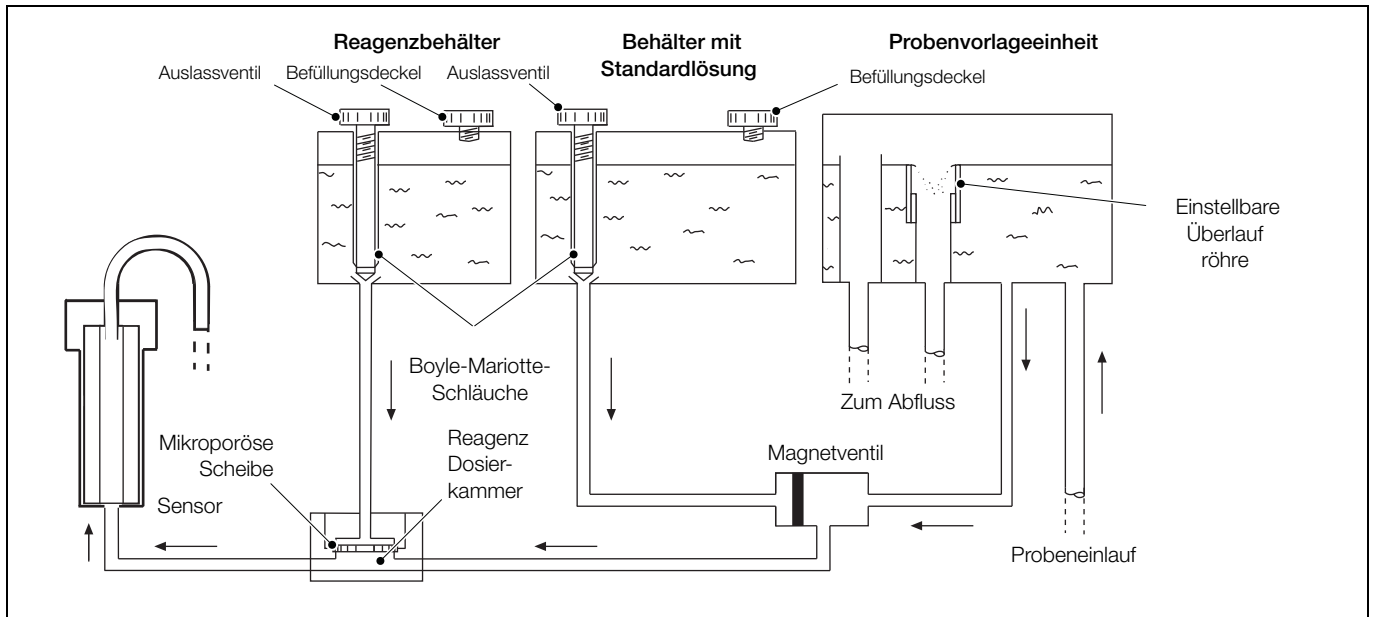
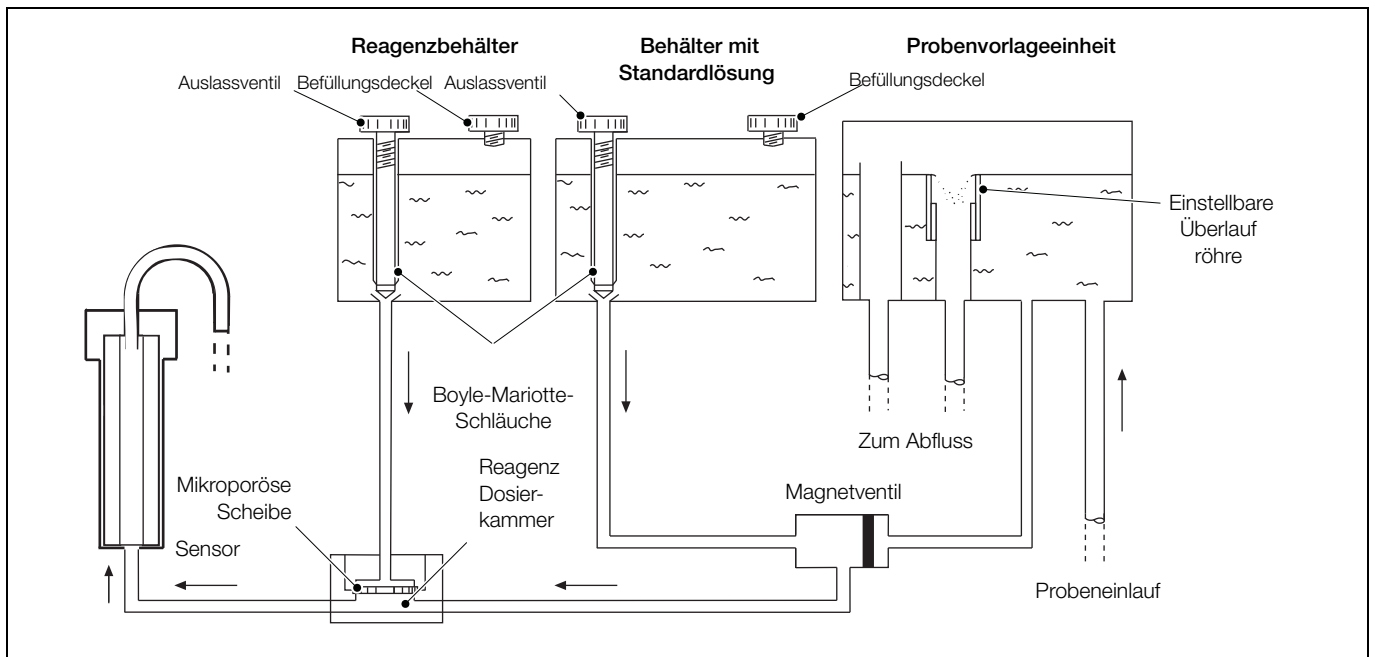

Abb. 5.1 Probensystem im Normalbetrieb – Flussdiagramm
Abb. 5.2 Probensystem während der Kalibrierung – Flussdiagramm
Überlaufende Mengen aus der Probenvorlageeinheit und dem Sensorablauf fließen in einen Flüssigkeitsablauf im Boden des Gehäuses ab. Die Durchflusswege im Normalbetrieb sind in Abb. 5.1 auf Seite 15 und bei der Kalibrierung in Abb. 5.2 auf Seite 15 angegeben.
- Öffnen Sie das Probenabsperrventil zur Sensoreinheit. Die Durchflusswege im Normalbetrieb sind in Abb. 5.1 auf Seite 15 und bei der Kalibrierung in Abb. 5.2 auf Seite 15 angegeben.